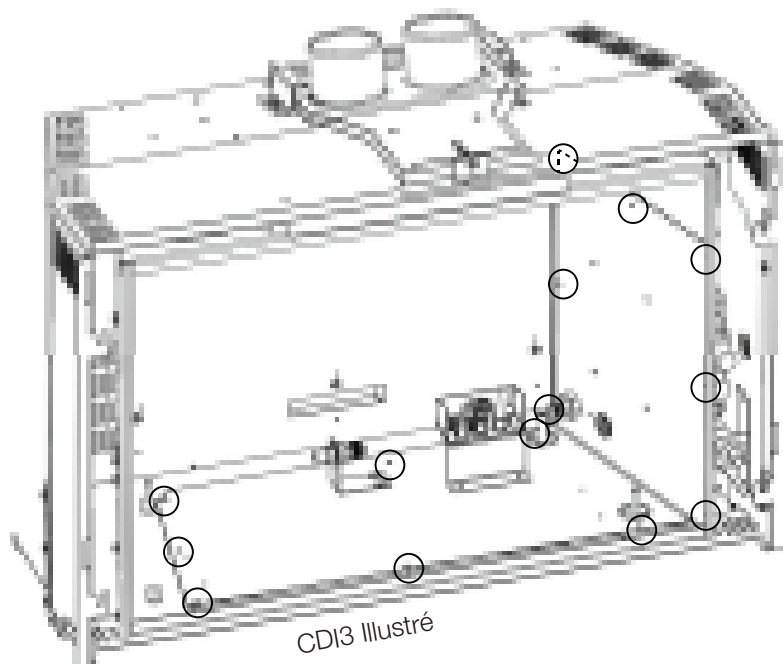

Fig. 8-3
- D. Retirez les 14 vis servant à fixer l'assemblage de la soupape (**Fig. 8-3**).